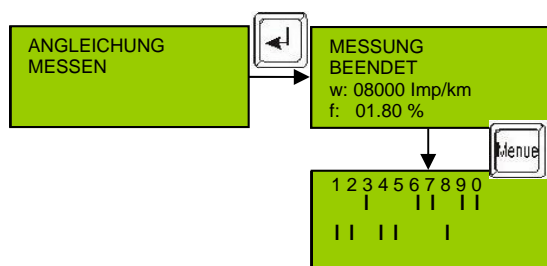

ABBILDUNG 13.3-5 : KONSTANTE EINSTELLEN BEIM EC1318 UND TVI8400
- über Dippschalter (Typreihe 1318/TVI8400) siehe Abbildung 13.3-5 : Konstante einstellen beim EC1318 und TVI8400